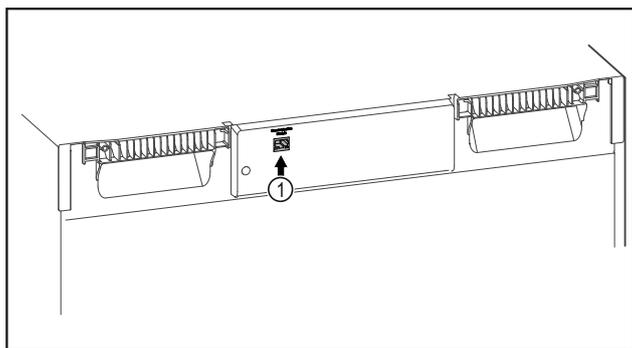

Fig. 142
- ☐ Le SmartModule Fig. 142 (1) est installé.